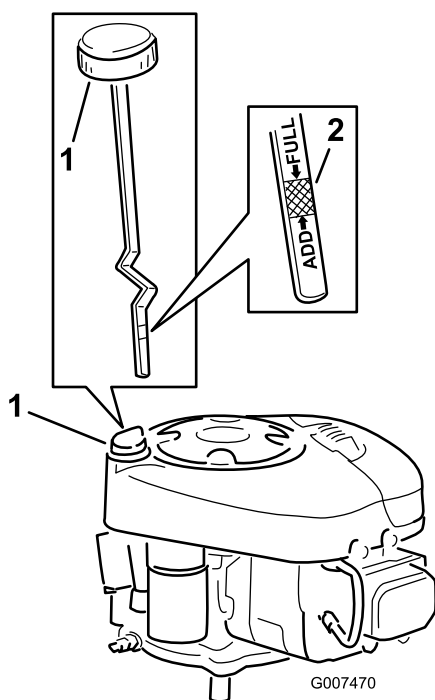

Bild 22
8. Reinigen Sie den Bereich um den Ölpeilstab (Bild 22), damit kein Schmutz in den Einfüllstutzen gelangen und den Motor beschädigen kann.
9. Schrauben Sie den Ölpeilstab los und wischen Sie das Metallende ab (Bild 22).
10. Schrauben Sie den Ölpeilstab vollständig in den Einfüllstutzen (Bild 22). Schrauben Sie den Peilstab wieder los und prüfen das Metallende. Gießen Sie, wenn der Ölstand zu niedrig ist, nur so viel Öl langsam in den Einfüllstutzen, dass der Ölstand die Voll-Marke am Peilstab erreicht.
13. Gießen Sie ca. 80 % der angegebenen Ölmenge langsam in den Einfüllstutzen (Bild 22). Prüfen Sie den Ölstand; siehe 9 und 10 unter Prüfen des Ölstands“.